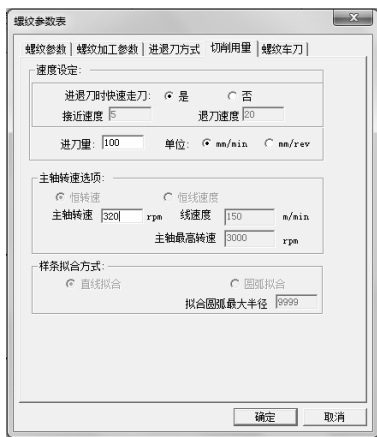

图 6-48 车螺纹切削用量参数设定
4) 单击“切削用量”选项卡,如图 6-48 所示。设置切削用量具体参数如下:进退刀时快速走刀:是;进刀量:100,单位 mm/min;主轴转速:320。